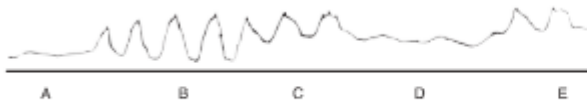

Figura 1 (A-E). Formas de onda de presión durante la inserción y la ubicación del catéter. (Velocidad del gráfico: 25 mm/s)
5. Cuando la forma de onda de la presión indique que la punta del catéter está en la aurícula derecha (Figura 1-A), infle el balón hasta su máxima capacidad de 1,5 cc para 7F; 1,00 cc para 6F y 0,75 cc para 5F.
6. Avance el catéter a través de la aurícula derecha e introdúzcalo en el ventrículo derecho (Figura 1-B). Si no se registra un trazado de la presión del ventrículo derecho después de que se ha avanzado el catéter hasta pasar la aurícula derecha, desinfe el balón, retraiga lentamente el catéter, vuelva a inflar el balón y avance nuevamente el catéter. Avance el catéter en la arteria pulmonar (Figura 1-C).
7. Continúe avanzando el catéter lentamente dentro de la arteria pulmonar hasta que mida una presión de enclavamiento capilar pulmonar (Figura 1-D).
8. Compruebe que el catéter esté correctamente ubicado en la arteria pulmonar desinflando el balón por completo (retirando la jeringa) y observando el cambio de un trazado de presión de enclavamiento a un trazado de presión de la arteria pulmonar. (Figura 1-E). Gradualmente, vuelva a inflar el balón hasta obtener una presión de enclavamiento y registre el volumen de aire requerido. Deberían requerirse entre 1,25 y 1,5 cc para 7F; entre 0,75 y 1,00 cc para 6F y entre 0,5 y 0,75 cc para 5F. Si se requieren menos de 1,25 cc para 7F o 0,75 cc para 6F o 1,5 cc para 5F, es posible que se haya avanzado demasiado el catéter, lo cual aumenta la probabilidad de migración distal y enclavamiento espontáneo. Tire del catéter hacia atrás dos o tres centímetros y vuelva a comprobar el volumen de inflado.